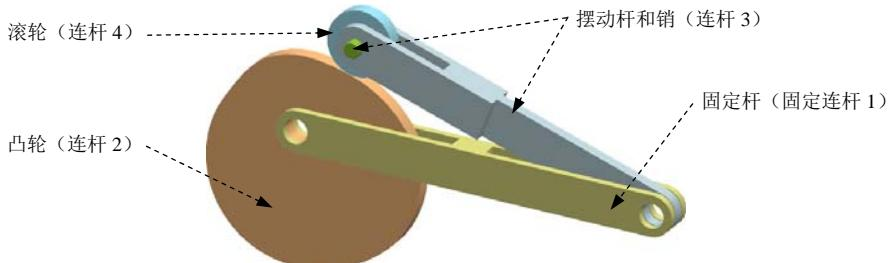

图 6.5.1 机构模型
2D 接触可以用于凸轮机构的仿真，如果使用线在线上约束定义凸轮机构，滚轮和凸轮之间是没有摩擦力的，这与实际不符，因此，可以在滚轮和凸轮之间添加 2D 接触，并能设置滚轮和凸轮在运动过程中的摩擦。下面以图 6.5.1 所示的凸轮压杆机构为例，说明定义 2D 接触的一般操作过程。
Step2. 进入运动仿真模块。选择  →  运动仿真 (1) 命令，进入运动仿真模块。
Step5. 定义固定连杆 1。选择下拉菜单  →  链接 (L)… 命令，系统弹出“连杆”对话框；选取图 6.5.1 所示的固定杆为连杆 1；在 **质量属性选项** 下拉列表中选择 **自动** 选项；在 **设置** 区域中选中  固定连杆 复选框；在 **名称** 文本框中采用默认的连杆名称“L001”；单击  应用 按钮，完成固定连杆 1 的定义。
Step6. 定义连杆 2。选取图 6.5.1 所示的凸轮为连杆 2；在 **质量属性选项** 下拉列表中选择 **自动** 选项；在 **设置** 区域中取消选中  固定连杆 复选框；在 **名称** 文本框中采用默认的连杆名称“L002”；单击  应用 按钮，完成连杆 2 的定义。
Step7. 定义连杆 3。选取图 6.5.1 所示的摆动杆和销为连杆 3；在 **质量属性选项** 下拉列表中选择 **自动** 选项；在 **设置** 区域中取消选中  固定连杆 复选框；在 **名称** 文本框中采用默认的连杆名称“L003”；单击  应用 按钮，完成连杆 3 的定义。
Step8. 定义连杆 4。选取图 6.5.1 所示的滚轮为连杆 4；在 **质量属性选项** 下拉列表中选择 **自动** 选项；在 **设置** 区域中取消选中  固定连杆 复选框；在 **名称** 文本框中采用默认的连杆名称“L004”；单击  确定 按钮，完成连杆 4 的定义。